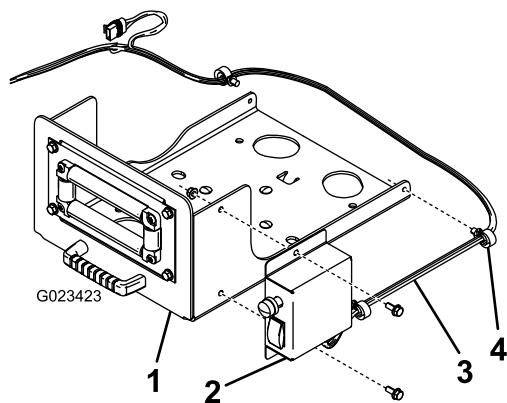

図 6
5. スイッチボックスをスイベルプレートに取り付けボルト5/16インチ2本と、フランジナット5/16インチ2個で図 6のように取り付ける。
6. ワイヤハーネスを、スイベルプレートの側部に固定する既存のクリップを使用する図 6。